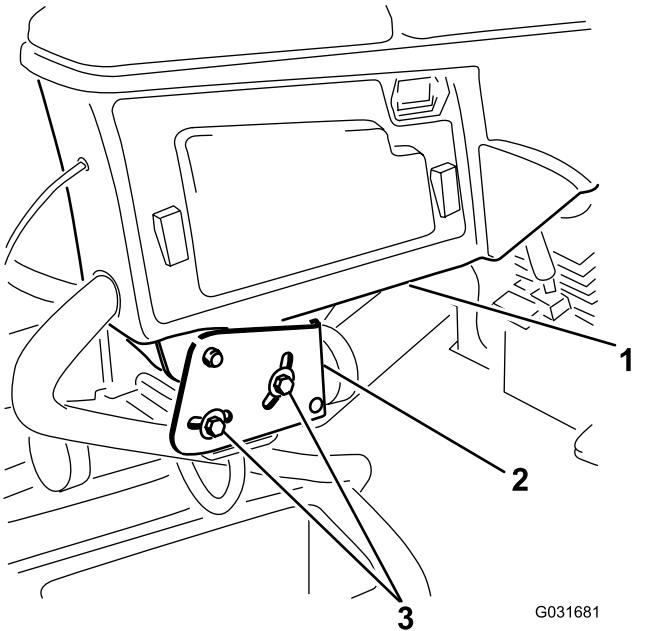

図 4
1. コントロールアームをリテナブラケットに固定している2本のボルトをゆるめる図 4。